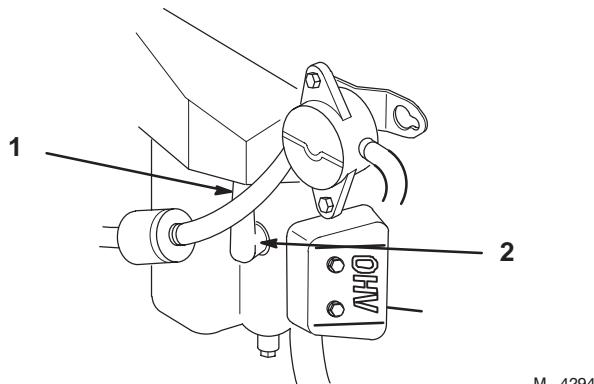

Figure 45
- Débranchez les fils des bougies (Fig. 45). Nettoyez la surface autour des bougies pour éviter que des impuretés endommagent le moteur en tombant à l'intérieur.
- Connectez les fils aux bougies (Fig. 45).